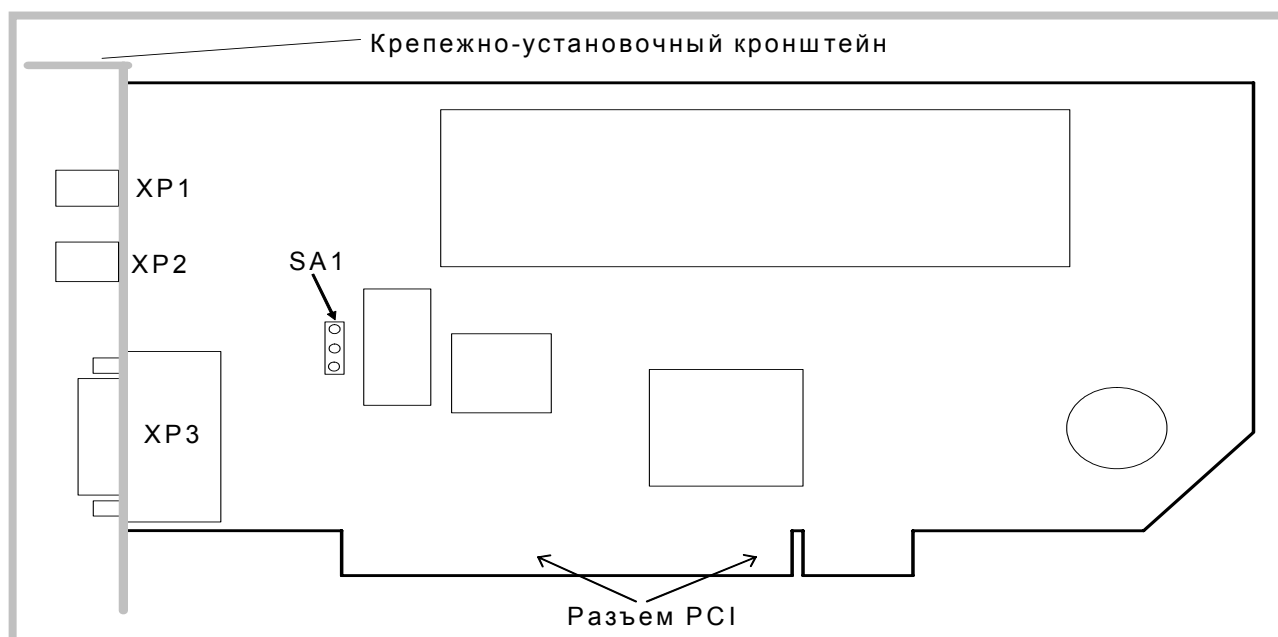

Рис. 7. 1
7.1.1. Расположение разъемов (XP1 и XP2) и переключателя SA1 показано на рисунке (Рис. 7. 1).